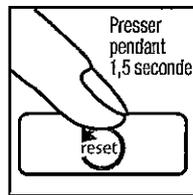

Fig. 38
- Pour terminer, pressez la touche de réinitialisation de l'indicateur de nettoyage, sans la relâcher pendant 1,5 seconde – ceci remet la minuterie à zéro après le nettoyage (fig. 38).